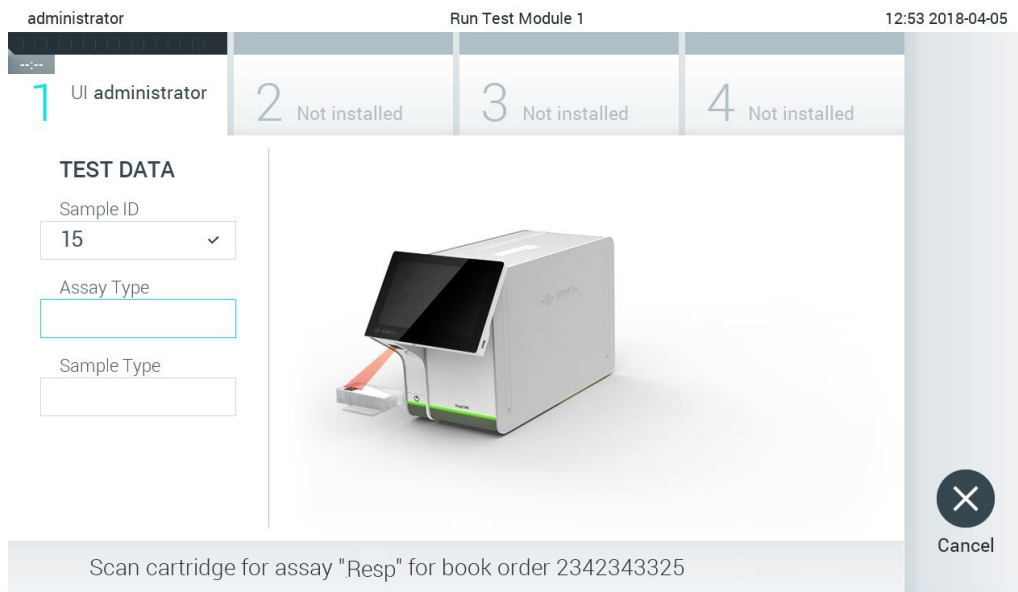

Рис. 84. Сканування штрих-коду картриджа для аналізу КВІАстат-ДКс (QIAstat-Dx).
4. Коли заявку на тест успішно отримано з хоста, відображається повідомлення «Scan cartridge for assay <assay_name> and book order <order_number>» (Відскануйте картридж для аналізу <назва_аналізу> і розміщеної заявки <номер_заявки>). Відскануйте штрих-код указанного картриджа для аналізу КВІАстат-ДКс (QIAstat-Dx) (рис. 84).